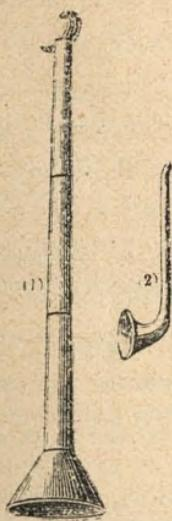

Fig. 111.—1, bocina; 2, trompetilla acústica
1.o *La distancia del cuerpo sonoro.* — La intensidad varía en razón inversa del cuadrado de esta distancia. En virtud de esta ley, la intensidad disminuye cuando se aleja el cuerpo. Pero si se hace seguir al sonido una dirección dada, esa disminución no se verificará tan rápidamente. Dicho resultado se obtiene con la *bocina*, la *trompetilla acústica* (fig. 111) y todavía más con los *tubos acústicos*.